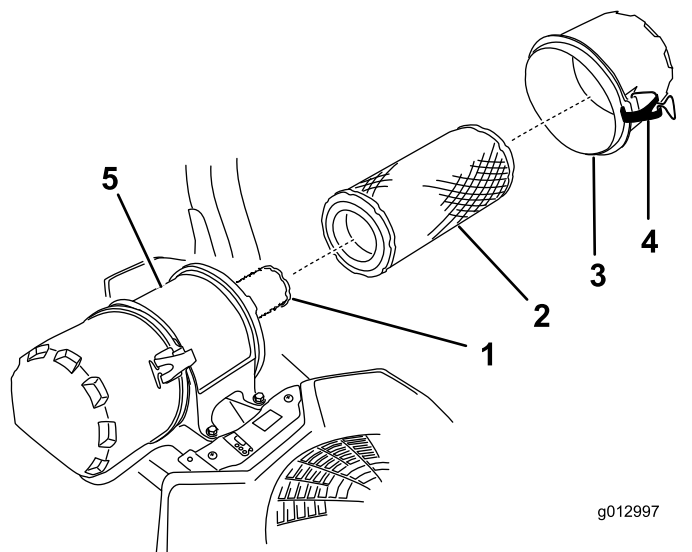

Figura 47
2. Si va a cambiar el filtro interno, deslícelo cuidadosamente en el cuerpo del filtro (Figura 47).
3. Deslice cuidadosamente el filtro primario por encima del filtro interno (Figura 47).
4. Instale la tapa del limpiador de aire y fije los cierres (Figura 47).